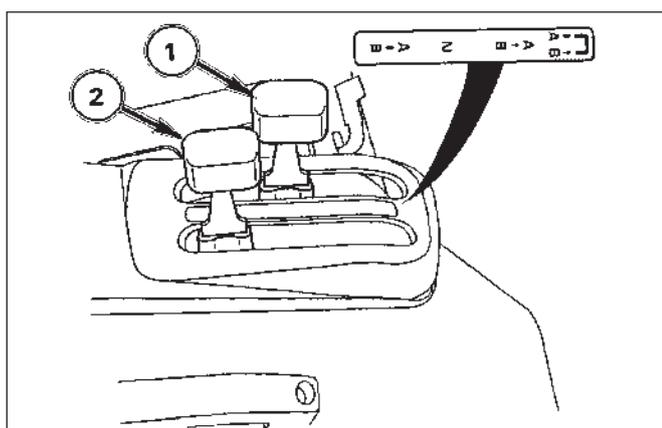
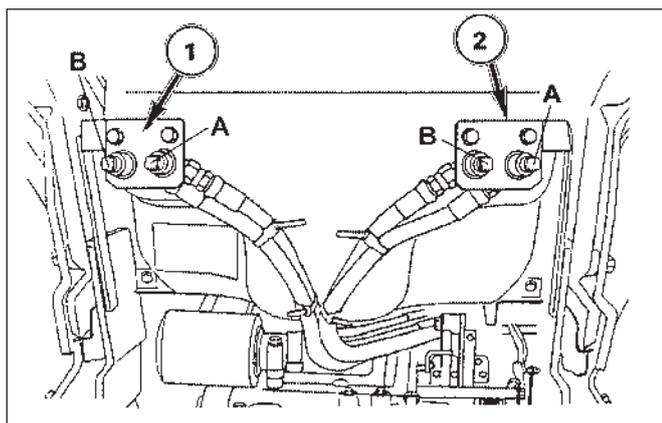

FIG. 5-40
FIG. 5-41
**FIG. 5-40:** Le levier de commande, 1, sert à lever/abaisser l'équipement quand le premier jeu de raccords à distance est utilisé. Le levier de commande, 2, sert à commander l'équipement quand le deuxième jeu de raccords à distance est utilisé (kit à deux vannes uniquement).
**FIG. 5-41:** Les raccords à distance sont situés à l'arrière du tracteur, au-dessus du crochet de remorquage à trois points. Le jeu de raccords, 1, correspond au levier de commande, 1, (Fig. 5-40), le jeu de raccords, 2, au levier de commande, 2 (Fig. 5-40).